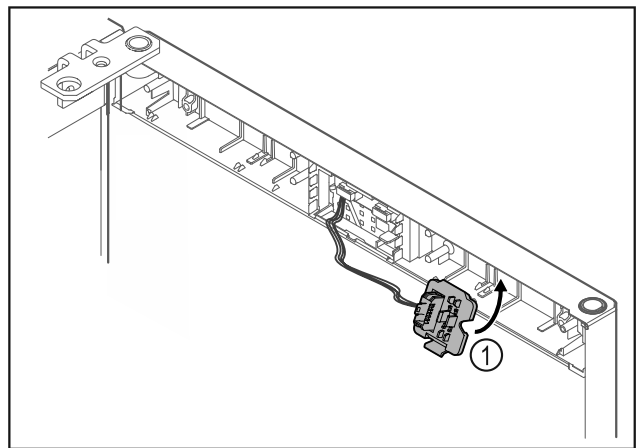

Fig. 25
- ▶ Κουμπώστε το στήριγμα του φιν Fig. 25 (1) στην απέναντι πλευρά.